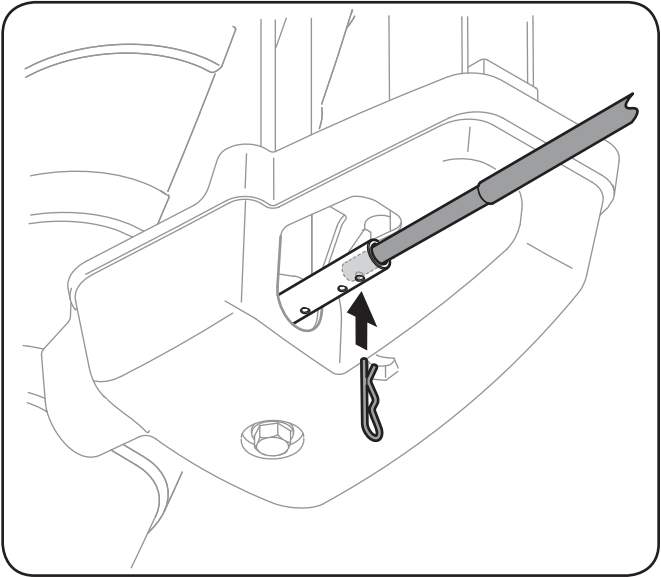

Figure 6-10
2. Sortez la tige de commande de la goulotte jusqu'à ce que le trou soit aligné avec le trou le plus éloigné de la goulotte sur le dispositif de commande. Voir la Fig. 6-10.
3. Réinsérez la goupille fendue par ce trou et la tige de commande de la goulotte. Voir la Fig. 6-10.